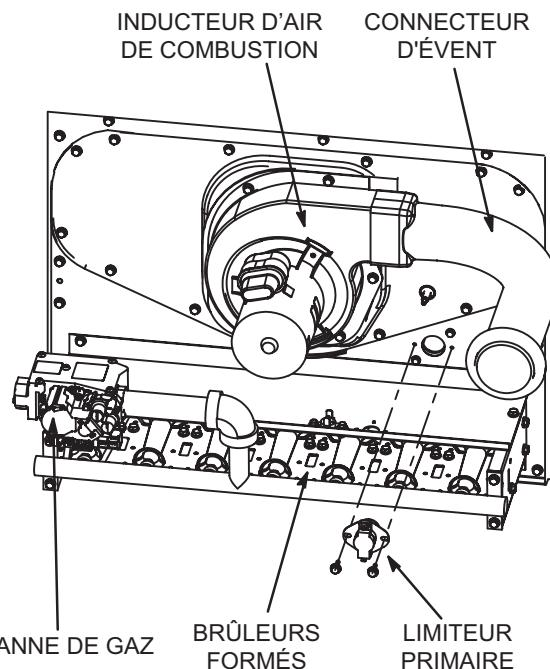

FIGURE 40
**SD 036 & 060** - Sur le vestibule, à droite de l'inducteur d'air de combustion. Reportez-vous à la FIGURE 40.